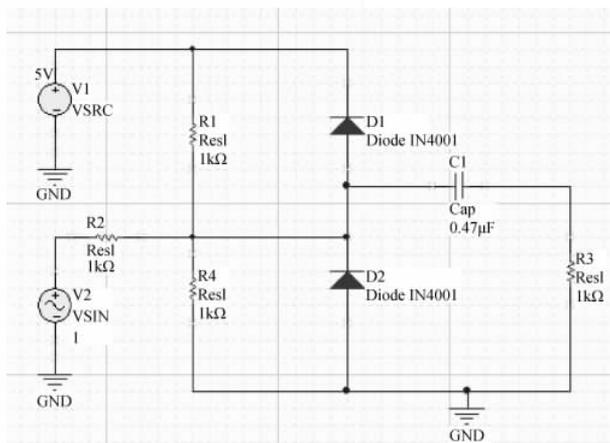
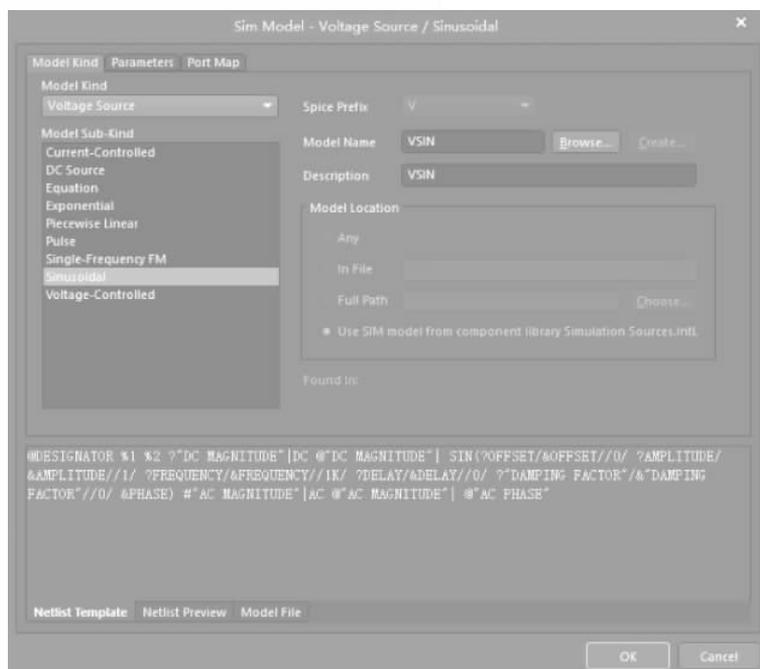

图 3-26 修改后的参数
图 3-27 修改信号源配置参数界面
(6) 按照图 3-26 所示,修改电路中元器件和信号源的参数设置。为了便于后面对激励源信号的参数修改,下面给出修改 V2 的参数设置步骤。
① 双击 V2 交流信号源符号,打开其配置界面。
② 单击其配置界面 General 选项卡下方的 Models 选项的  按钮对 VSIN 进行编辑,打开图 3-27 所示的信号源参数对话框。在该对话框中有下面三个标签:
③ 从图形中可以看出,当前选择的是 Sinusoidal,单击 Parameters 标签栏,可以看到